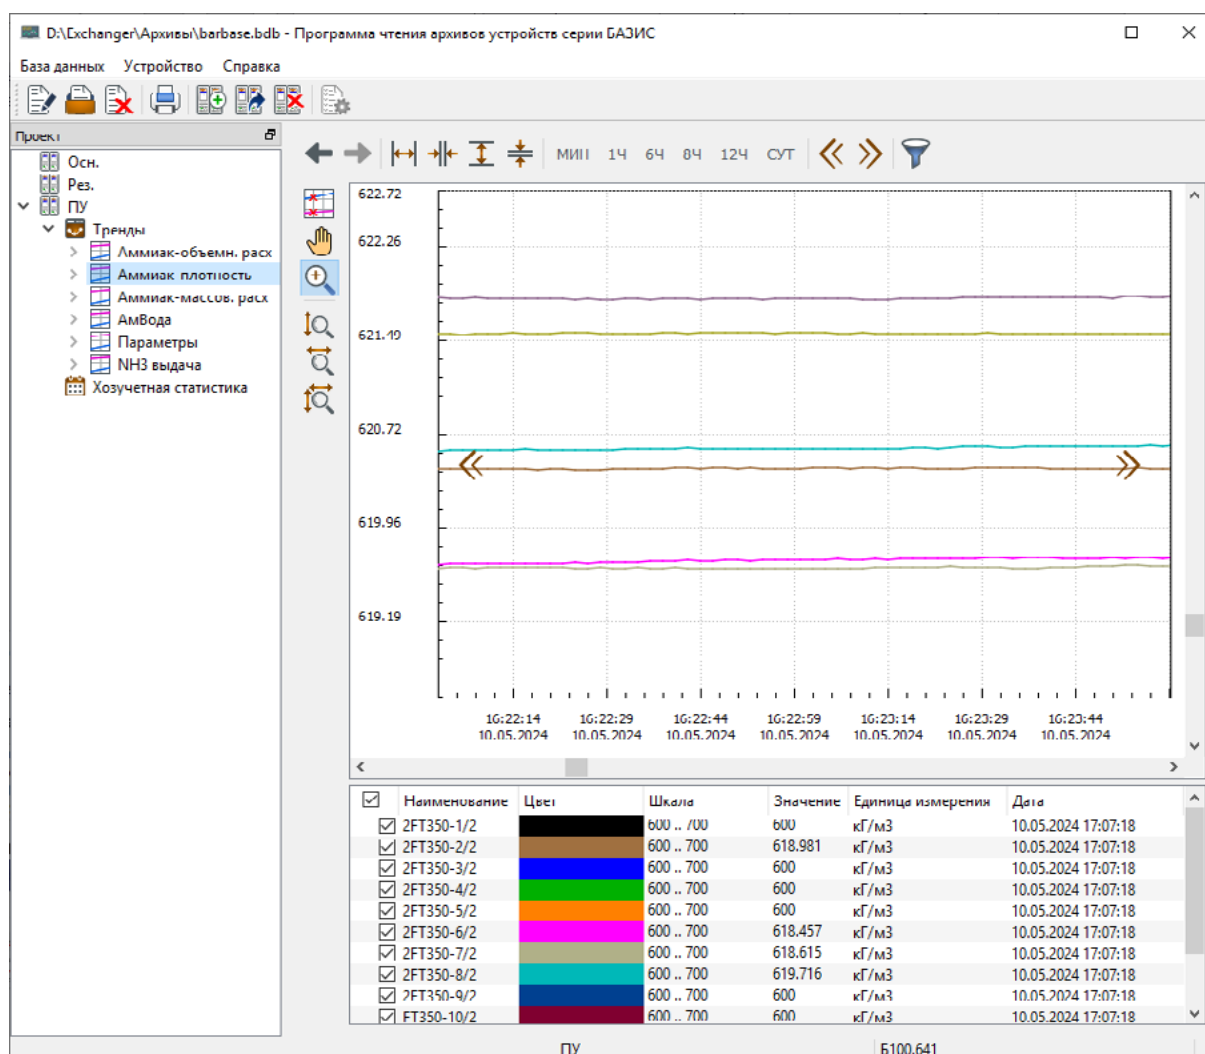

Рис. 5.1. Главное окно программы
- Скриншоты** различных экранов программы приведены на *Рис. 5.1— Рис. 5.3.*